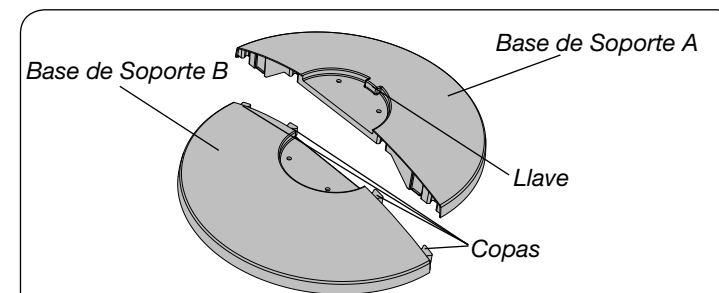

Figura 1
2. Arme las Mitades de la Base de Apoyo encastrando las Puntas de la Base de Apoyo A con los Orificios para Puntas en la Base de Apoyo B. (Figura 1)